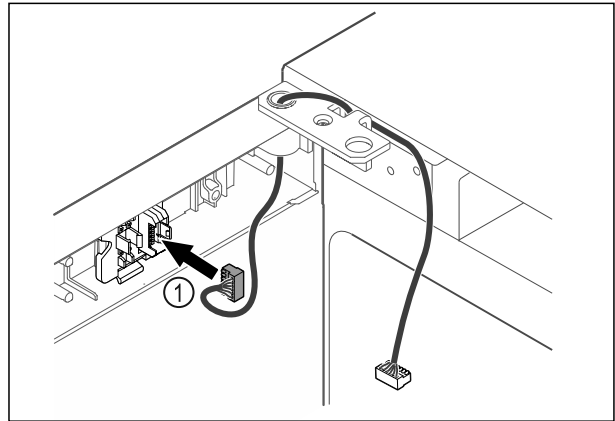

Fig. 43
- Stecker Fig. 43 (1) in Steckerhalterung einstecken.